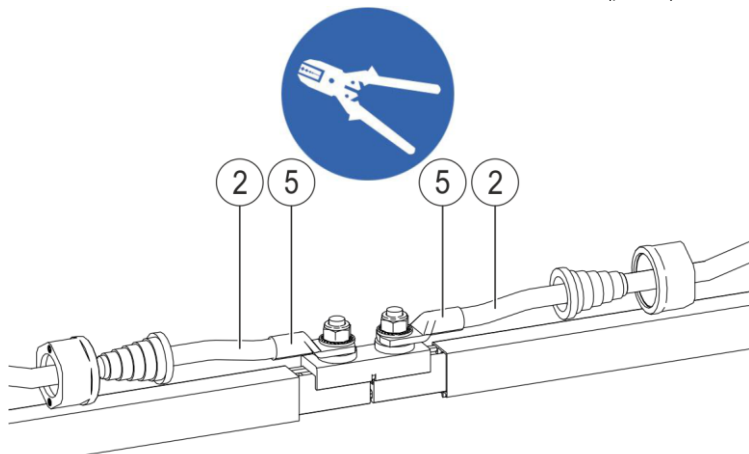

Fig. 87 : Sertir l'extrémité du câble (pos. 2) avec une cosse à encoche
→ Sertir l'extrémité dénudée du câble de raccordement (pos. 2) avec la cosse à encoche (pos. 5) (voir Fig. 87).